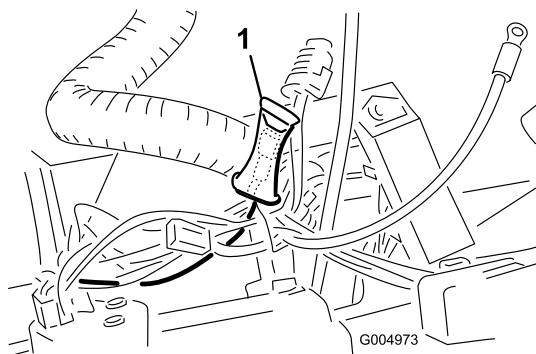

Figure 28
4. À l'intérieur du panneau de commande, localisez le fil rose muni du connecteur et protégé par un bulle de plastique (Figure 28). Coupez l'extrémité de la bulle de plastique avec précaution et branchez-y le connecteur du fil approprié. Fermez et verrouillez le couvercle du panneau de commande.
5. Acheminez l'autre extrémité du faisceau sous le support de cadre arrière, vers le côté gauche de la machine tout en insérant les clips des fils du faisceau dans les trous situés sur la face inférieure du support de cadre arrière (Figure 28).